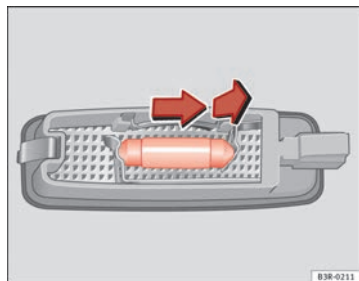

Fig. 240 Desmontaje luz del parasol
- Retire la lámpara, moviéndola en el sentido de la flecha y hacia afuera ⇒ fig. 240.